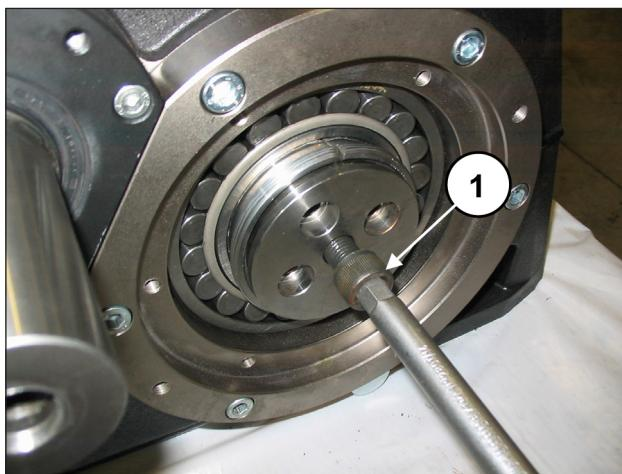

Fig. 79
Aplicar un tornillo M16 con la longitud adecuada (35-40 mm) en el orificio M16 del eje acodado y atornillarlo hasta que la brida se apoye en el casquillo (pos. ①, Fig. 79). No apretar el tornillo.